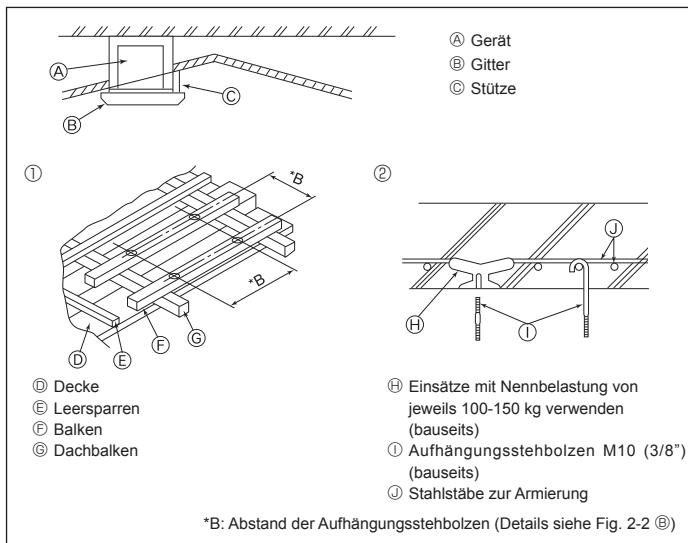

Fig. 2-4
2.4. Bauliche Gestaltung der Aufhängung (Baustuktur der Aufhängung muss hoch belastbar sein) (Fig. 2-4)